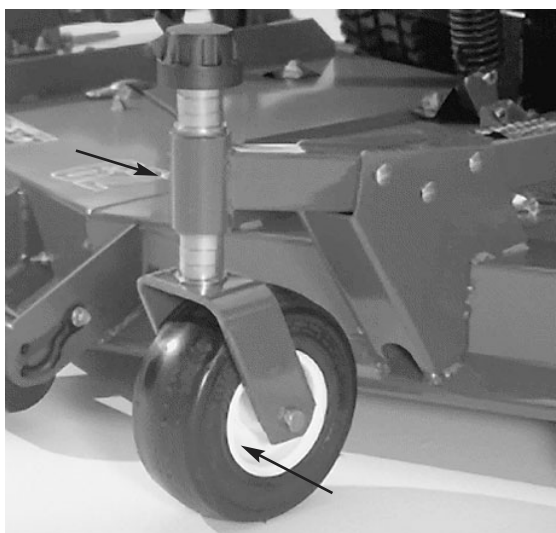
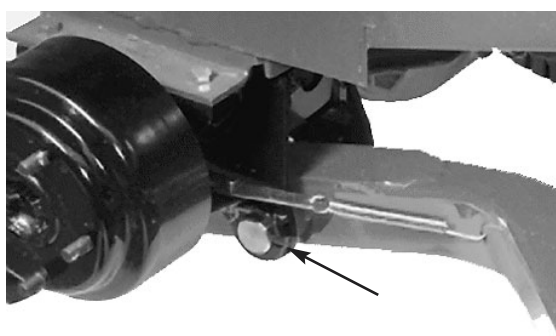
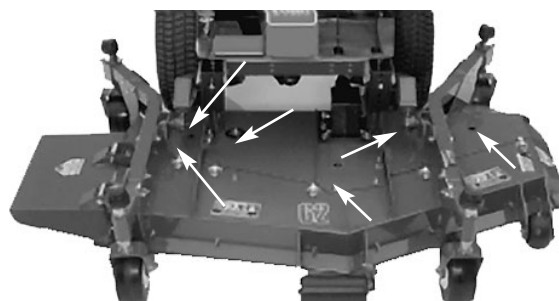

Fig. 8
Fig. 9
Fig 10
1. I cuscinetti e le boccole dell'apparato di taglio devono essere lubrificati nelle seguenti posizioni: boccole del fusello delle ruote orientabili anteriori (Fig. 8); cuscinetti delle ruote orientabili anteriori e posteriori (Fig. 8); perni orientabili dei bracci di sollevamento destro e sinistro (Fig. 9); cuscinetti del fusello della lama (Fig. 10) e giunti sferici di destra e sinistra (Fig. 10).